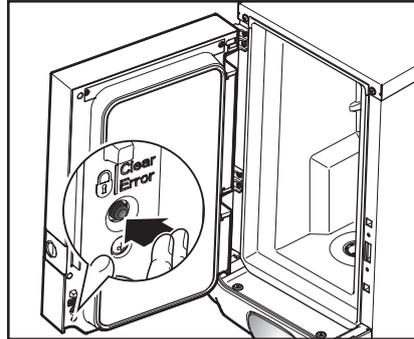

Fig. 22
2. Premere l'interruttore **SERRATURA/** Clear-Error', per bloccare l'erogazione delle bevande (fig. 22).
3. Premere l'interruttore **SERRATURA/** Clear-Error', per riabilitare l'erogazione delle bevande (fig. 22).